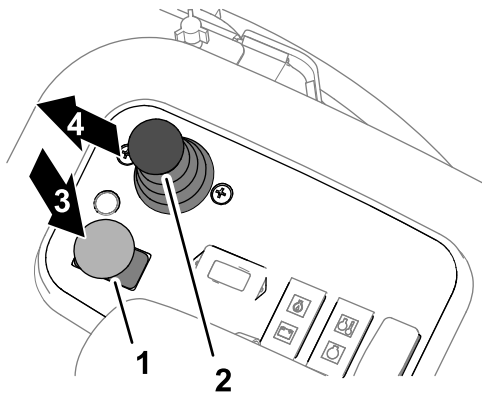

Figura 50
3. Pressione o interruptor da unidade de corte para a posição DESENGATAR (Figura 50).
5. Desloque a alavanca de descida e corte/elevação para a frente (Figura 50).